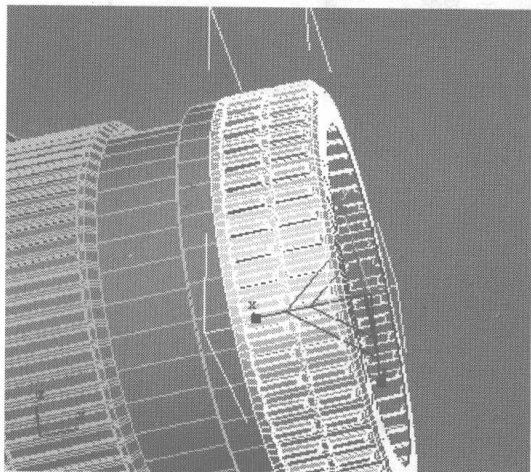

图 6.455
- 66** 进入 Modify 控制面板, 将模式切换为曲线编辑, 分别选择焦距圈物体两侧的曲线, 用缩放工具将其向内缩放, 如图 6.455 所示。